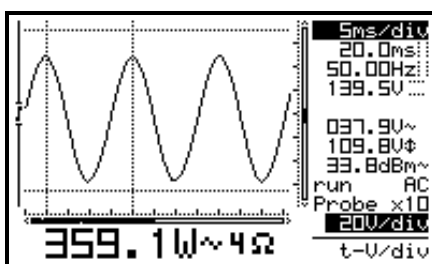

Fig 9
**Kort drukken:** Gebruik de linker/rechters toets voor het selecteren van één van de 5 schermweergaven. (**zie fig. 9 tot 13**).